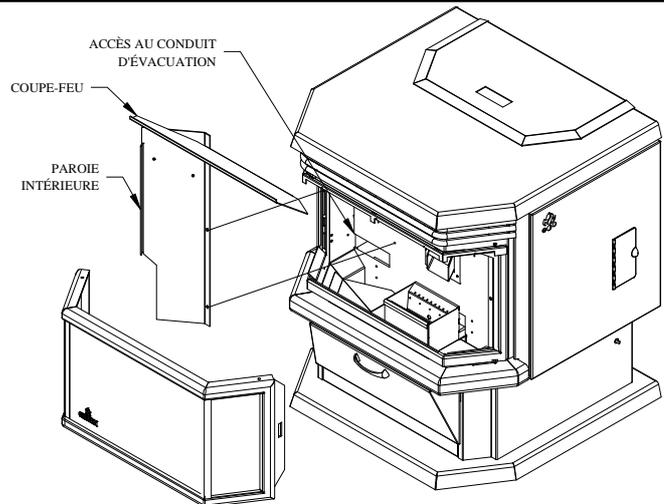

FIGURE 22
- Parois de la chambre à combustion** : De façon périodique, il est important de nettoyer les cendres qui peuvent s'être accumulées derrière les parois de la chambre à combustion. Commencez par enlever les panneaux d'imitation de maçonnerie, lesquels sont simplement tenus en place par des vis. Enlevez ensuite les deux parois métalliques situées de chaque côté de la chambre à combustion, lesquelles sont retenues par des vis. Nettoyez les parois et enlevez les cendres à l'aide d'un aspirateur. Vous remarquerez une trappe d'accès rectangulaire située à l'arrière de la paroi gauche. Retirez le petit panneau rectangulaire à l'aide d'un tournevis (voir figure 22). Insérez le bout de l'aspirateur dans le trou et enlevez tout résidu pouvant s'être accumulé. **RÉPÉTEZ CETTE OPÉRATION DE NETTOYAGE AU MOINS UNE FOIS PAR TONNE DE GRANULES BRÛLÉES, ET CE JUSQU'À CE QUE VOUS SOYEZ FAMILIER AVEC LE NIVEAU D'ACCUMULATION DES CENDRES DANS VOTRE APPAREIL.**